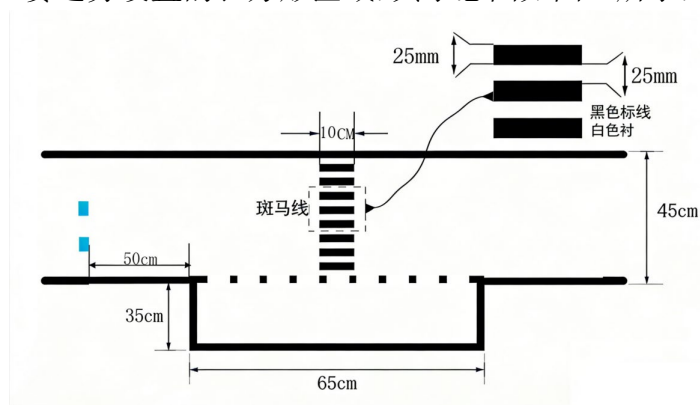

图 2 斑马线和侧方位停车示意图
① 斑马线：从第一辆智能车冲过斑马线起跑开始计时，第二辆智能车通过终点斑马线结束计时，其示意图如图 2 所示。
② 侧方位停车：赛道旁设置的长方形区域，其示意图如图 2 所示，长 65cm，宽 35cm。